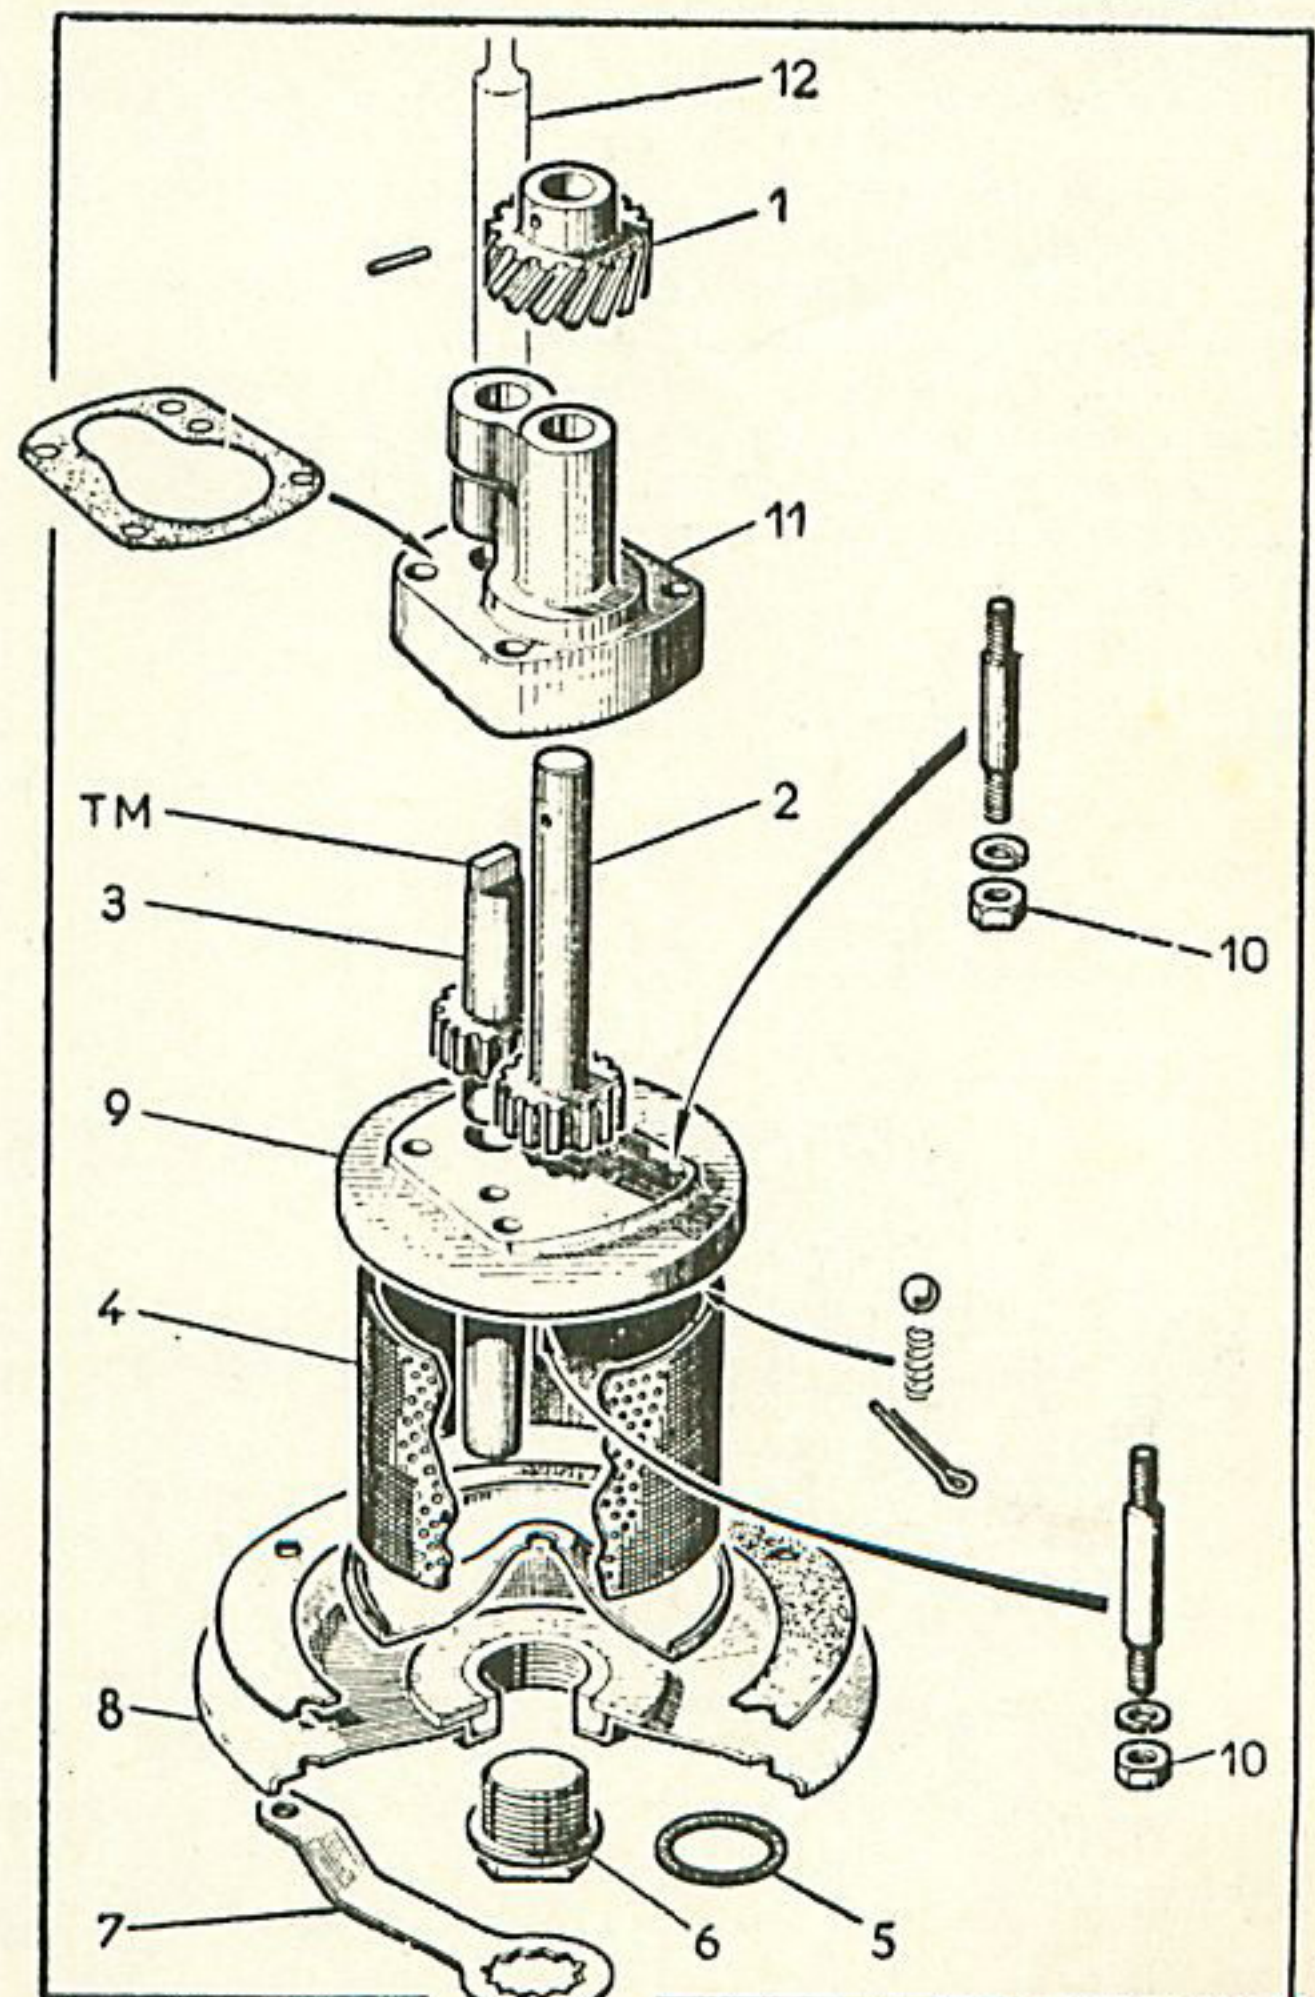

Fig. 10. — Ensemble pompe à huile.
- Déposer la plaque inférieure portant le filtre d'huile et la pompe (fig. 10).
- Démontez les quatre écrous et rondelles (10), puis dégager l'ensemble. On pourra sortir la bille (clapet de
- Vérifier l'état général. Remplacer les pignons, si nécessaire (goupille mécanindus) (fig. 10).